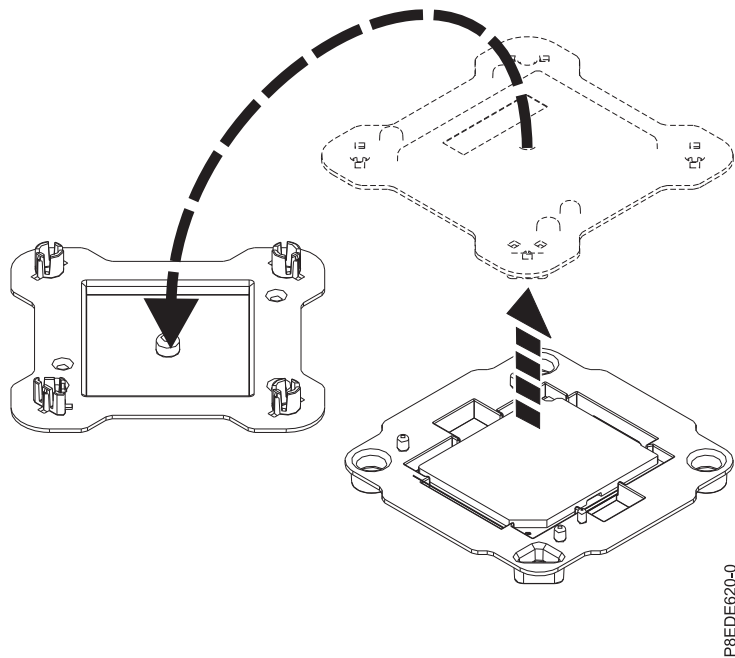

Figura 4. Abrindo a embalagem do módulo de processador do sistema
- Abra a embalagem do novo módulo de processador do sistema e coloque a tampa invertida ao lado da bandeja, conforme mostrado em Figura 4 na página 7. A tampa é usada para o módulo de